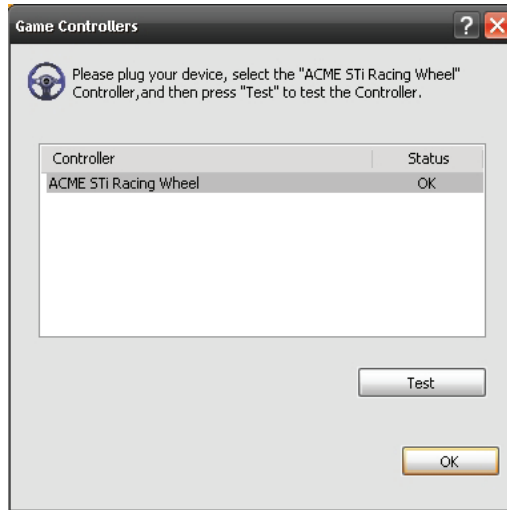
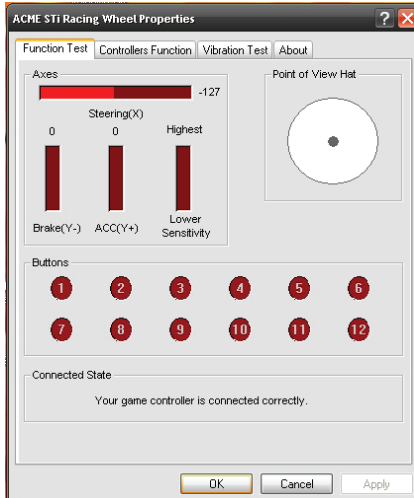

Bild 3
Bild 4
- Doppelklicken Sie auf die Verknüpfung "ACME Sti Racing Wheel", um die Game-Controller aufzurufen (siehe nachstehend Bild 3)
Klicken Sie auf die Schaltfläche "Test", wie in Bild 3 gezeigt. Rufen Sie die Lenkrad-Test-Schnittstelle auf, wie nachstehend gezeigt (siehe Bild 4), um die Achsen und Tasten zu prüfen.